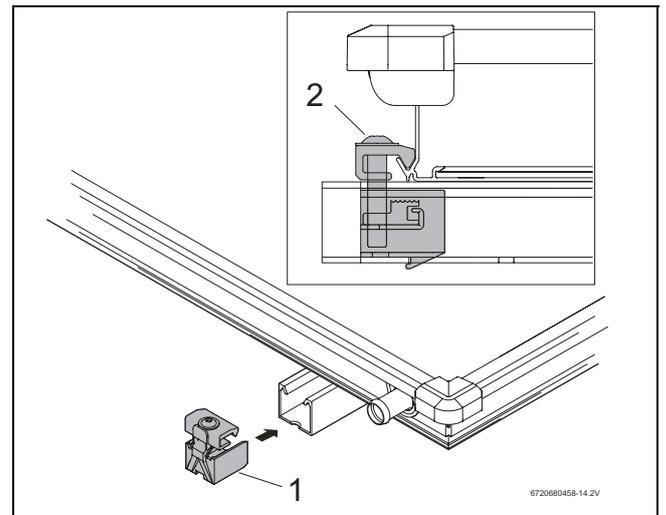

Fig. 44 Giunto di fissaggio unilaterale, lato sinistro
- ▶ Spingere i giunti di collegamento unilaterali (fig. 44, [1]) nelle guide profilate superiore e inferiore.
- ▶ Spingere il giunto di collegamento fino al profilo inferiore del collettore e avvitare con la chiave SW 5 (fig. 44, [2]).